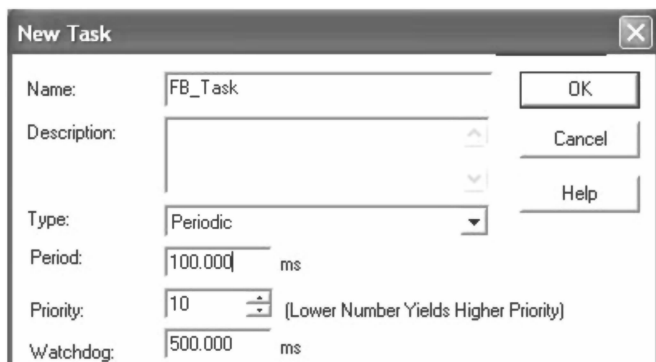

图 16-2 新建任务
2. 按照图 16-2 所示输入参数，然后单击“确定”（OK）接受所做更改。